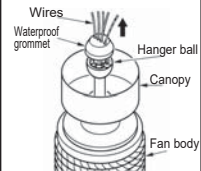

Fig.10
Paso 6: Enróllale los cables por el orificio de la cubierta impermeable y cóbrelo con la bola del colgador. (Fig. 10)